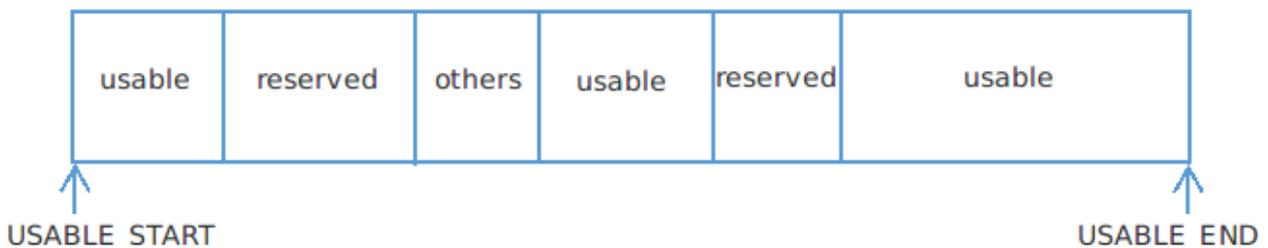

图 6-4 内存区域示意图
b. 假设所有可用内存 (SYSTEM_RAM) 区域的最小起始地址是 USABLE_START, 最大结束地址是 USABLE_END, 要求：任何一项保留内存 (MEM_RESERVED) 区域的起始地址大于 USABLE_START, 结束地址小于 USABLE_END。示意如图 6-4：